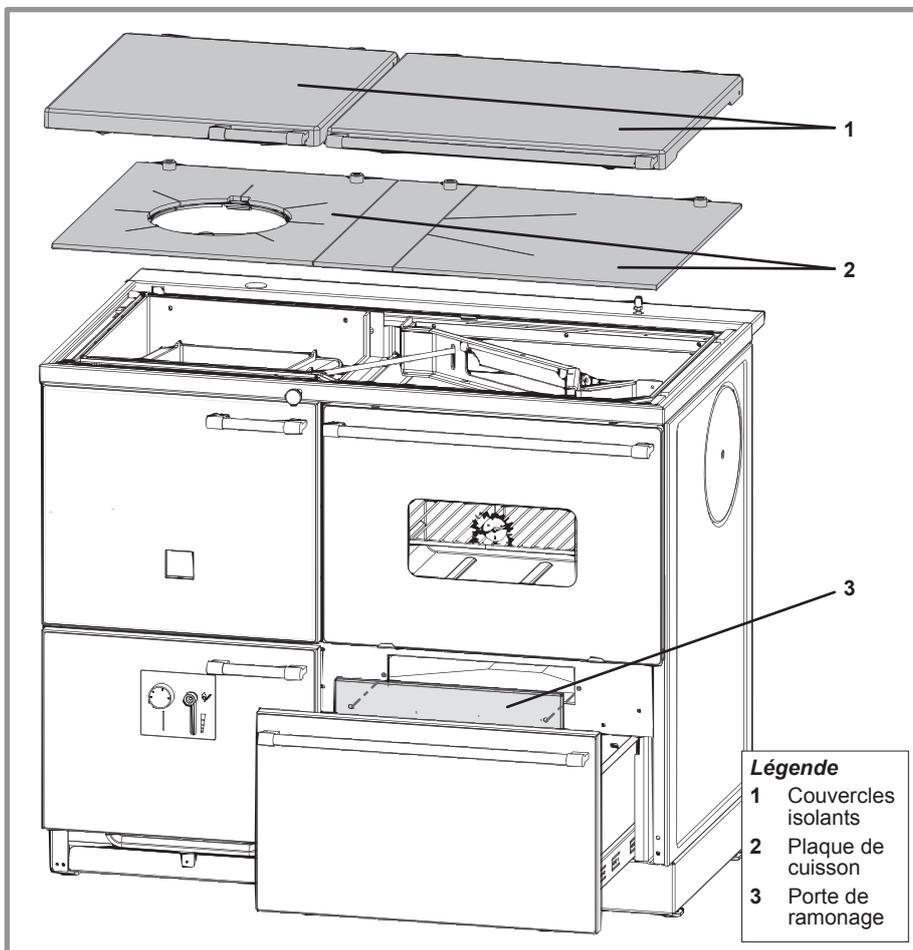

fig. 27 - Dépose couvercles isolants, plaques de cuisson et porte de ramonage
- a) Retirer les couvercles isolants (fig. 27).
- b) Plaque de cuisson en acier : Déposer et nettoyer les plaques de cuisson en acier (fig. 27).